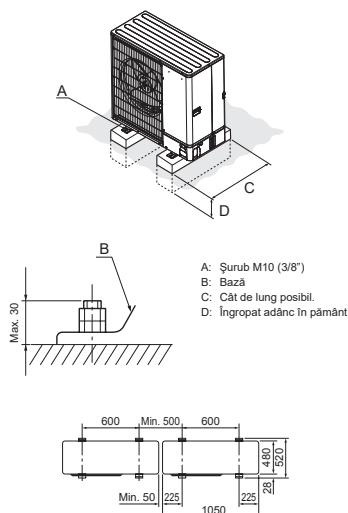

Fig. 4-1
- Instalați unitatea pe o structură rigidă pentru a preveni producerea unui nivel excesiv de zgomote sau vibrații. (Fig. 4-1)